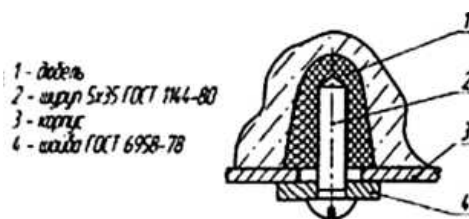
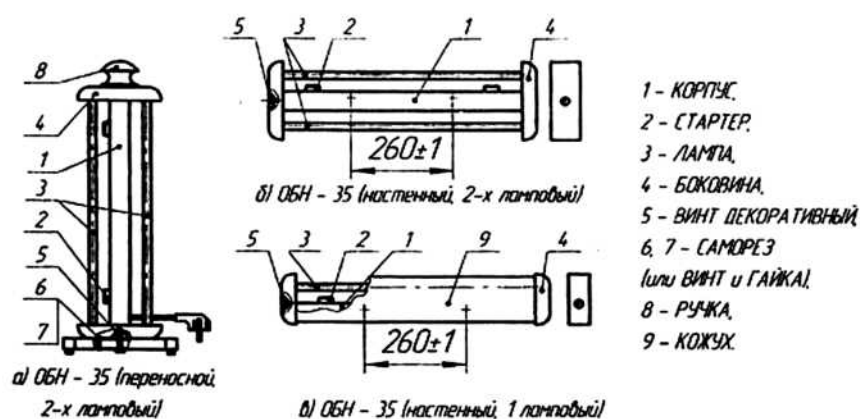

Рис. 1 Узел крепления корпуса облучателя
Рис. 2. Общий вид облучателей медицинских бактерицидных
3.3 Проверить работу облучателя до его монтажа в следующей последовательности (см. рис. 1):
- открутить винты (5), снять боковины (4);
- установить стартеры (2), для чего необходимо вставить их в патроны и повернуть по часовой стрелке до упора;
- установить лампы (3), для чего необходимо одновременно завести контакты лампы в патроны и зафиксировать их;
- установить боковины (4) и закрепить винтами (5).
1.1 Подсоединить облучатель к сети в соответствии с электрической схемой рис. 2.